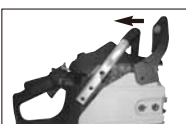

Fig. 3B
1. Sørg for at KÆDEBREMSEARMEN er trukket tilbage i FRAKOBLER position (Fig. 3B).